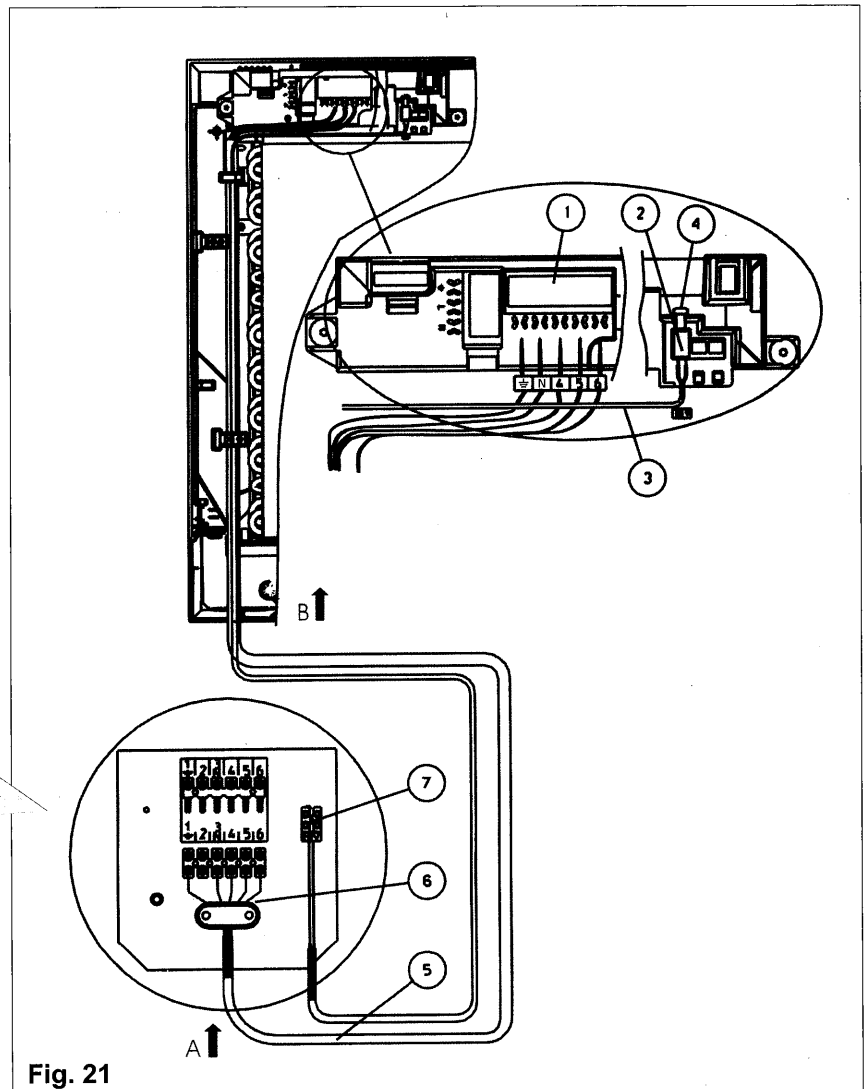

Fig. 21
3. Conecte los finales de cable a las terminales de las unidades interior y exterior, de acuerdo a lo mostrado en fig. 21.
- Fig.21